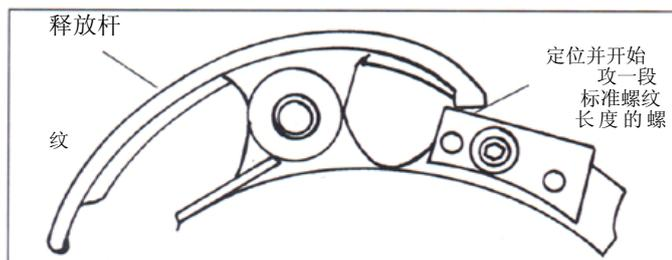

图 20—一定好释放杆和锁定板的位置，开始攻标准长度的螺纹
6. 推动释放杆，使之座落在锁定板的顶部，用滑架的手轮开始攻标准的套丝（图 20）。